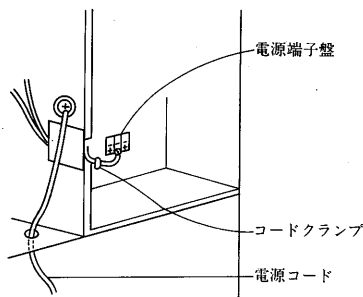

図1
4) MD-25TF2-F<L>, 40TF1-F<L>, 60TF1-F<L>形は図1のように前パネルとドレンタンクをはずして電源端子盤に電源線を接続してください。
①電源の相<R・S・T>を逆相に接続すると、逆相防止器が作動して、圧縮機は運転しません。〈この場合点検ランプは点灯しません。〉